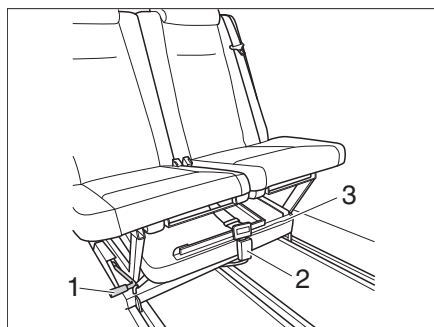

Fig. 3 Spostamento del divanetto
- Aprire la chiusura della cintura (Fig. 3,2) e togliere la prolunga del letto (Fig. 3,3).
- Tirare la leva di posizionamento (Fig. 3,1) e spingere il divanetto in avanti.